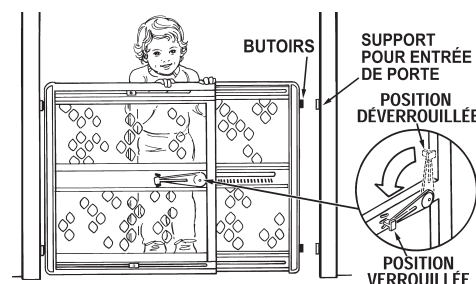

Figure 6
1. S'assurer que la poignée est en position de déverrouillage et située à l'opposé de la zone accessible à l'enfant, puis insérer les butoirs d'un côté de la barrière dans les supports du même côté de l'entrée de porte (Fig. 6).